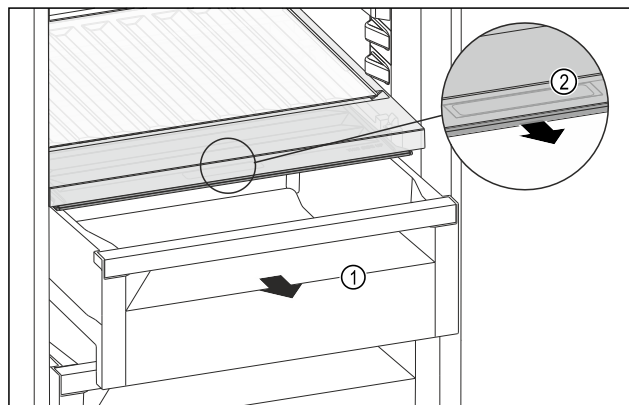

Fig. 192
- Витягніть висувний ящик Fig. 192 (1).
- Візьміться за потайну ручку Fig. 192 (2) на кришці відділення й одночасно потягніть кришку відділення вперед.